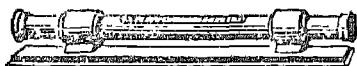

Fig. 11. — Niveau à bulle d'air
*Description* (fig. 11). — Un tube en verre d'environ 20 centimètres de longueur, légèrement courbé en forme d'arc de cercle, a été fermé après avoir été incomplètement rempli d'un liquide très mobile1. Il y reste une bulle d'air, qui se place toujours au-dessus du liquide.